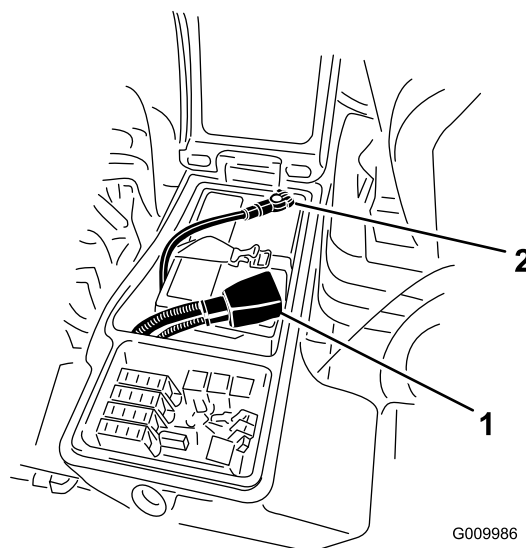

Figura 66
3. Retire o cabo negativo (preto) do terminal negativo (-) e o cabo positivo (vermelho) do terminal positivo (+) da bateria (Figura 66).
6. Instale o cabo positivo (vermelho) no terminal positivo (+) e o cabo negativo (negro) no terminal negativo (-) da bateria (Figura 66).